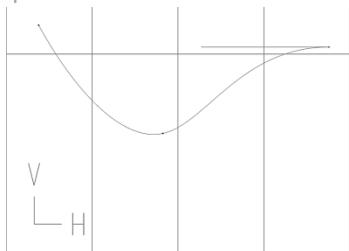

图 7-103 端点水平曲线
- ① 自然：端点设置为自然约束的曲线，按系统默认设置，且在相切面板中长度、角度、高度均无法改变。
- ② 自由：端点设置为自由约束的曲线，可在相切面板中设置其长度、角度、高度。
- ③ 固定角度：端点设置为固定角度约束的曲线，可在相切面板中更改曲线的长度，无法改变其角度。
- ④ 水平：端点设置为水平约束的曲线，其切线方向与系统默认水平方向平行，系统默认方向坐标图标为 ，(H 方向为水平方向，V 方向为垂直方向)，如图 7-103 所示。